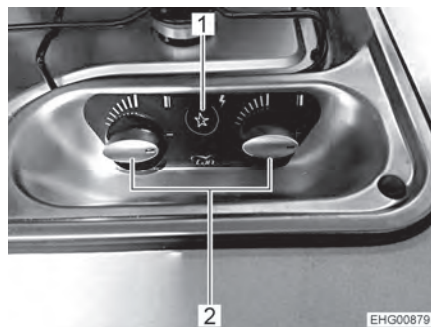

Fig. 127 Elementi di comando del fornello a gas
- Ruotare il pomello girevole (Fig. 127,2) dell'impianto a fiamma libera desiderato in posizione accesa (fiamma alta).
- Premere l'interruttore a pressione (Fig. 127,1). Sul bruciatore vengono prodotte scintille.